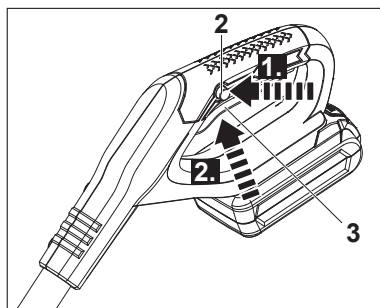

Fig. 21
1. Sujete la herramienta con una mano agarrando la empuñadura auxiliar (15) y la otra mano sosteniendo la empuñadura principal (1).
2. Mantenga presionado el botón de desbloqueo del gatillo interruptor (2) (Fig. 21, paso 1).
3. Apriete el gatillo interruptor (3) para poner en marcha la herramienta (Fig. 21, paso 2). Seguidamente, podrá soltar el botón de desbloqueo.
4. Suelte el gatillo interruptor (3) para apagar la herramienta.